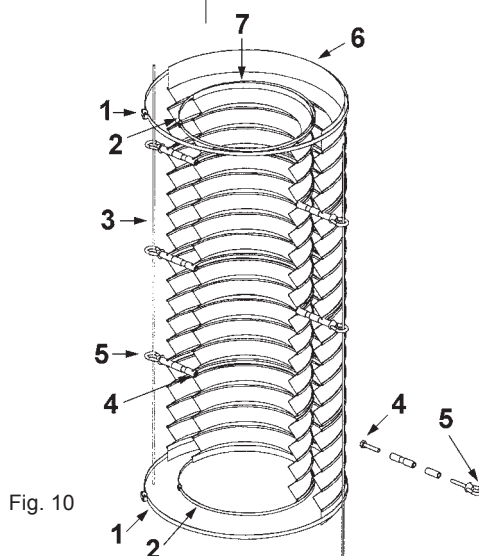

Fig. 10
- Unhook and remove the lower locking clamps (item 1/2, fig. 10) from the external and internal bellows.
- Remove the upper locking clamps (item 1/2) from the external and internal bellows.
- Press the "down" button to lower the loader on to a suitably placed support until the hoist cables (item 3) are no longer slack. Cut the hoist cables immediately above the splices of the thimbles.
- Loosen the lock nut (pos. 4, Fig. 10).
- Unscrew and remove the eye-bolts (pos. 5).
- You can now remove the external bellows from the internal one (pos. 7).
- Die unteren Befestigungsschellen (Pos. 1/2, Abb. 10) vom Außen- und Innenbalg lösen und entfernen.
- Die Kontermuttern (Pos. 4, Abb. 10) lockern.
- Отцепите от сильфонов и удалите нижние блокирующие хомуты (поз. S, рис.10) снаружи и изнутри.
- Ослабьте контргайки (поз.4, рис. 10).
- Sganciate e rimuovete le fascette di bloccaggio inferiori (pos. 1/2, fig.10) dai soffietti esterno ed interno.
- Rimuovete le fascette di bloccaggio superiori (pos.1/2) dai soffietti esterno ed interno.
- Premete il pulsante "discesa" facendo abbassare lo scaricatore su un supporto opportunamente posizionato finché i cavi di sollevamento (pos.3) non sono allentati.
- Allentate i controdadi (pos.4, fig. 10).
- Svitare e rimuovete le viti ad occhio (pos.5).
- Quindi potete rimuovere il soffietto esterno (pos.6) da quello interno (pos.7).
- Loosen the bolts (item 4/5, fig. 10).
- The internal bellows (item 7) can now be removed from the external bellows (item 6).
- Die Schrauben (Pos. 4/5, Abb. 10) lockern.
- Ослабьте болты (поз.4/5, рис.10).
- Allentate i bulloni (pos. 4/5, fig. 10).
- Ora potete rimuovere il soffietto interno (pos.7) dal soffietto esterno (pos.6).